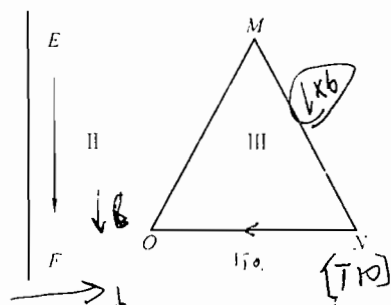

图 4-2 第六题图
六、(10分) 在 FCC 晶体的 (111) 面上有一自左向右扫过的 Shockley 分位错 EF 和一正三角形空位片 MNO , 如图 4-2 所示, 已知 NO 为 $[1\bar{1}0]$ 。